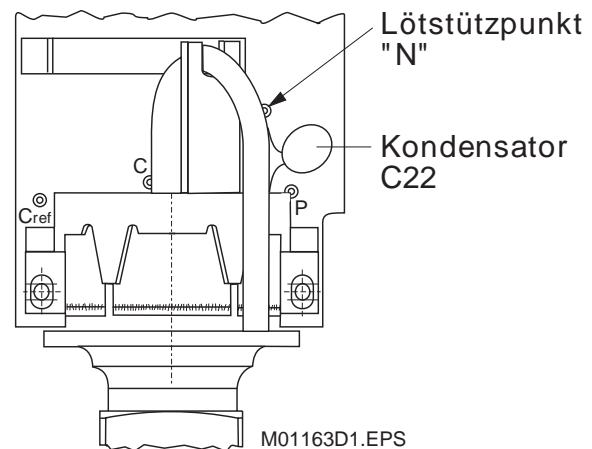

Bild 33.
4. **Kondensator C 22** - vom Meßwerk ablöten (Bild 33).
7. Den unter Punkt 4 ausgelöteten **Kondensator C 22** (Bild 33) an entsprechender Stelle einlöten.